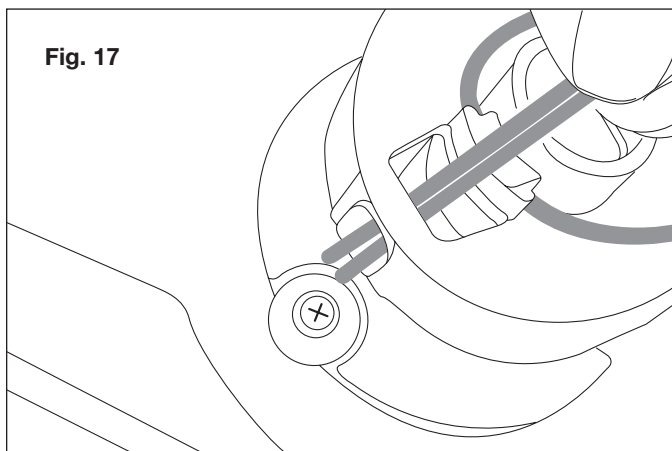

Fig. 17
4. Enfillez les fils à travers chaque férule correspondante. Assurez-vous que les deux extrémités du fil sont droites et de même longueur (Fig. 17 – 18).